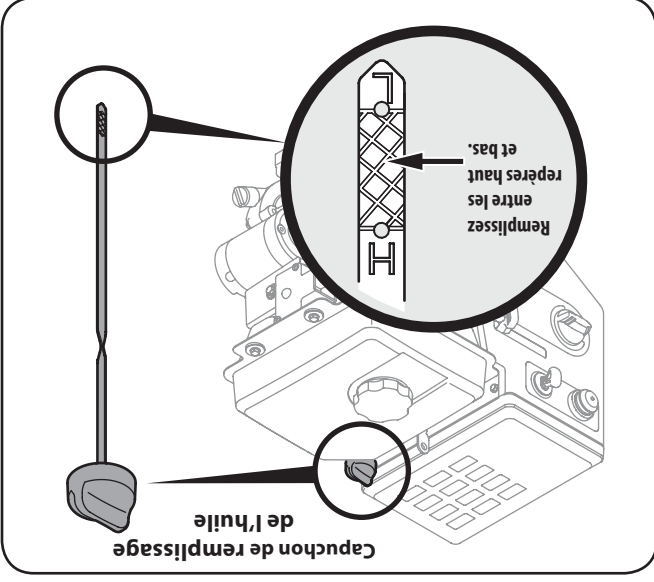

Figure 3-2
3. Enfoncez la jauge à huile dans le goulot de remplissage de l'huile sans la visser. Sur les capuchons de remplissage de l'huile d'un quart de tour, serrez en tournant le capuchon de remplissage de l'huile jusqu'à ce que le niveau se trouve à l'entaille de la jauge à huile (H). Voir la Figure 3-2 ou 3-3, selon celui qui s'applique.
4. Desserrez et enlevez le capuchon/jauge de la goulotte de remplissage de l'huile. Prenez note de le niveau de l'huile, si le niveau d'huile est en bas de le repère bas (L), ajoutez lentement de l'huile jusqu'à ce que le niveau se trouve à l'entaille de la jauge à huile (H). Voir la Figure 3-2 ou 3-3, selon celui qui s'applique.
Maintenir le niveau d'huile entre les repères haut (H) et bas (L) de la jauge à huile ou à la limite de débordement dans le cas d'un moteur sans jauge à huile. Voir la Figure 3-2.
- 1. Enlevez le capuchon de remplissage de l'huile et essuyez la jauge à huile. Voir la Fig. 3-2.
- 3. Enlevez le capuchon de remplissage de l'huile. Si le niveau d'huile est bas, ajoutez lentement de l'huile jusqu'à ce que le niveau d'huile soit entre les repères haut (H) et le bas (L). Voir la Fig. 3-2.